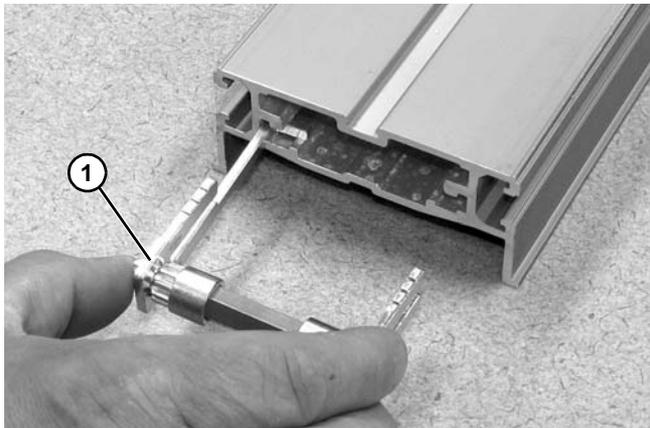

Figure 92
- Replacer l'ensemble des pignons (**Figure 92, élément 1**) dans le châssis du convoyeur.